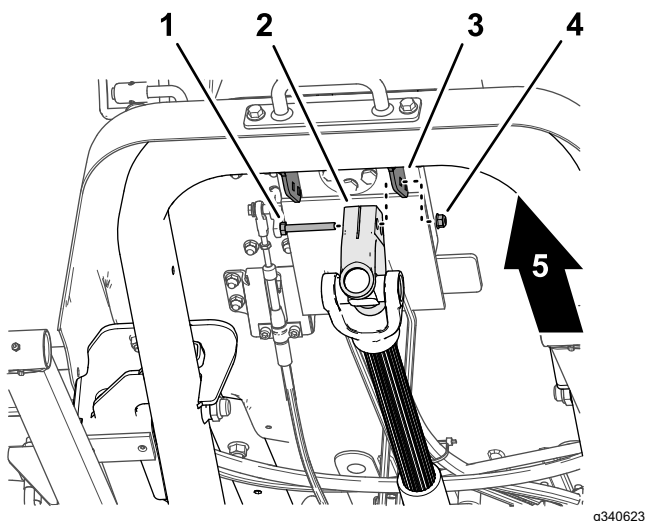

Figura 17
1. În timp ce susțineți arborele de transmisie, îndepărtați șurubul cu cap imbus și contrapiulița care fixează furca arborelui de transmisie pe suportul de montare al supapei de direcție (Figura 17) și coborâți cu grijă arborele de transmisie.